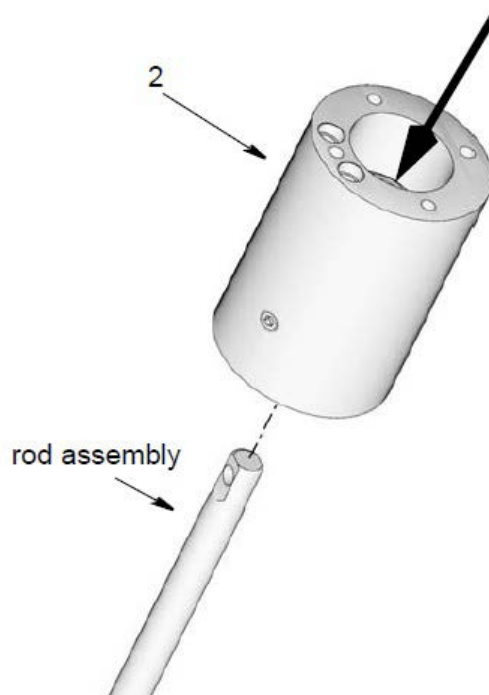

Рис. 24
20. Выбейте молотком или резиновым молотком рычажный узел из адаптера насоса (2) в указанном на рис. 24 направлении.